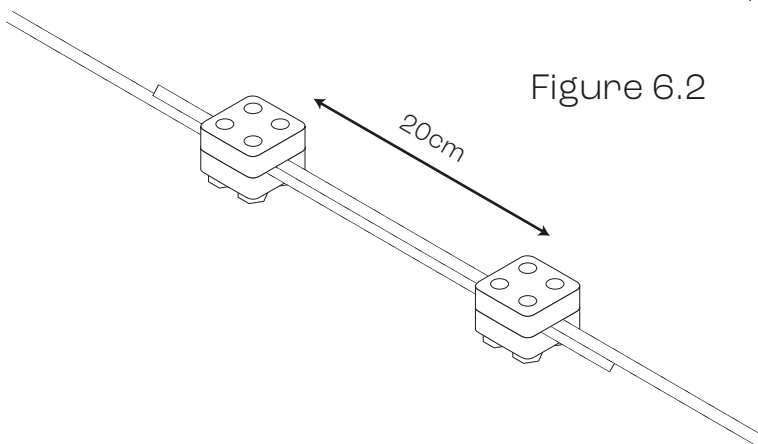

Figure 6.2
- › Deux EndPacks distancés de 20 cm. (fig 6.2)